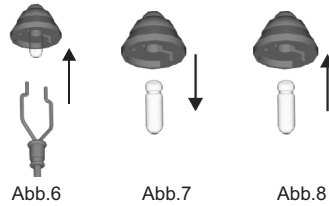

Abb.6
1. Den kompletten Lampenschirm vom Mastende abziehen (Abb. 6).